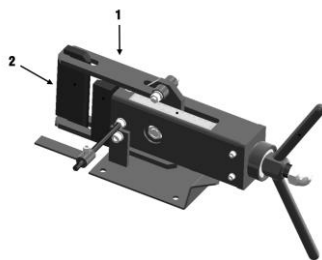

fig. 4
3. Assemblez la vis M6 x 10 (n° 12) à la butée de pièce à travailler, puis glissez l'ensemble de butée de pièce à travailler sur la tige à la position désirée et serrez l'écrou (fig. 4).
1. Placez la pièce à travailler entre la matrice de pressage (n° 2) et la matrice à cintrer (n° 1) (fig. 4).